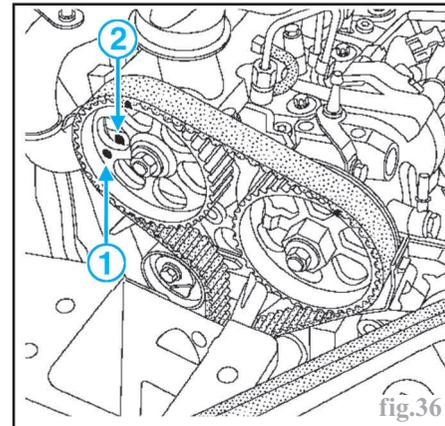

fig.36
- Tourner le vilebrequin dans son sens normal de rotation jusqu'à ce que le trou de pigeage de la roue dentée d'arbre à cames (1) soit en face de celui de la culasse (2) (fig.36).